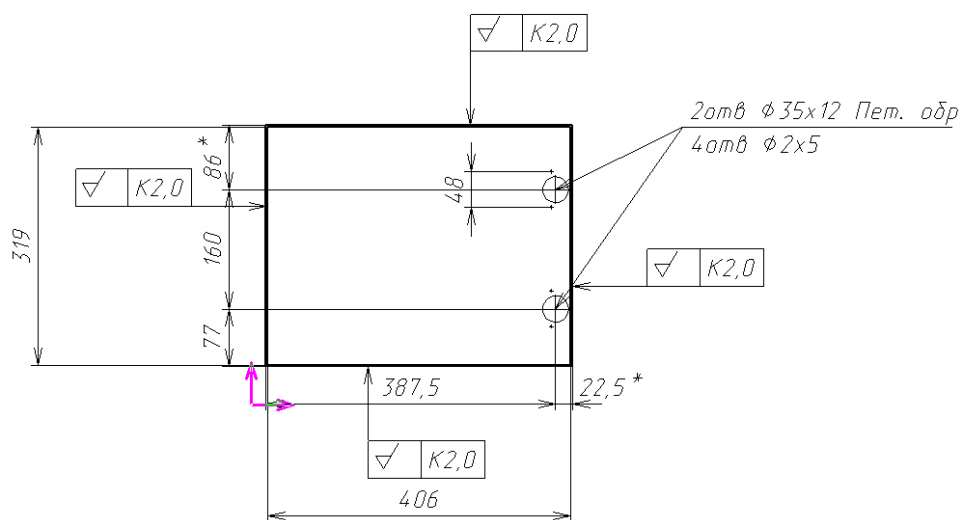

Рис. 3.25 Чертеж двери тумбы, создаваемый в автоматическом режиме
1. Чертежи панелей, на торцы которых нанесена кромка, создаются в двух слоях. В первом слое находится изображение контура панели с учетом толщины нанесенной кромки. В этом же слое находятся спецзнаки, обозначающие кромку и отверстия для крепежных элементов. Линии контура панели, на торцы которой нанесена кромка, проведены линией заданной толщины с толщиной, равной толщине кромки (рис. 3.25).